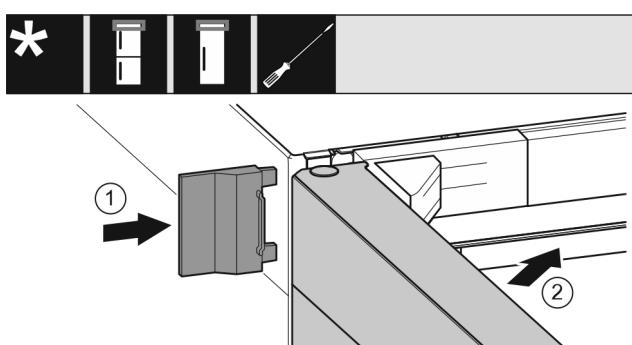

Fig. 24
- Ωθήστε το εξωτερικό κάλυμμα. Fig. 24 (1)
- Κλείστε την επάνω πόρτα. *Fig. 24 (2)*